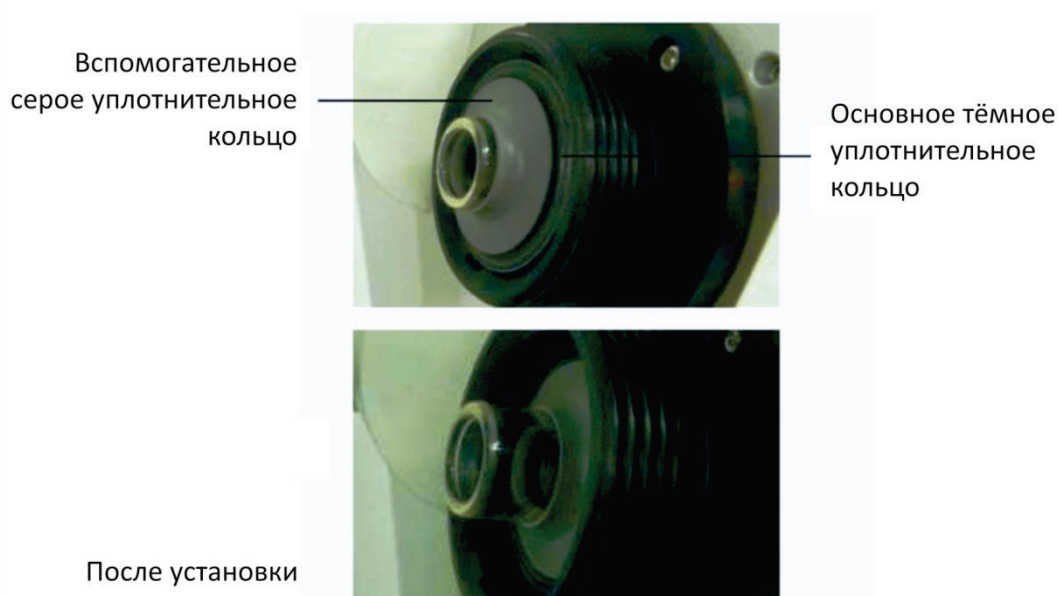

Рисунок 3
8.3. Монтаж уплотнительных колец (Рисунок 3).